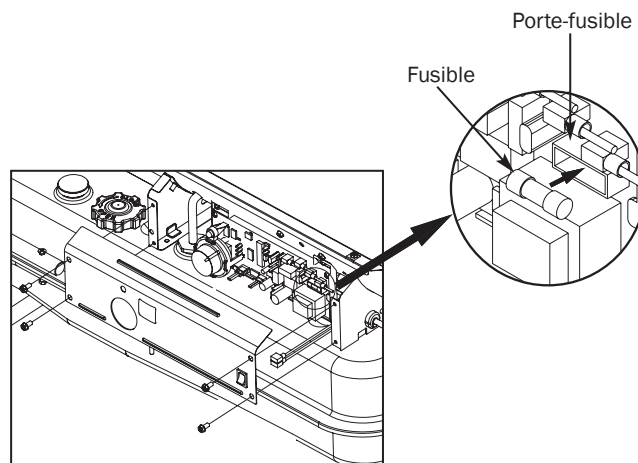

Figure 23 – Remplacement du fusible
- Retirez le fusible du porte-fusible (voir figure 23).